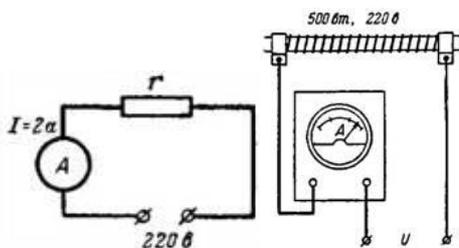

Рис. 1.
14. Нагревательный элемент электрической печи на мощность 500 Вт и напряжение 220 В выполнен из проволоки высокого сопротивления. Рассчитать сопротивление элемента и ток, который через него проходит (рис. 1).